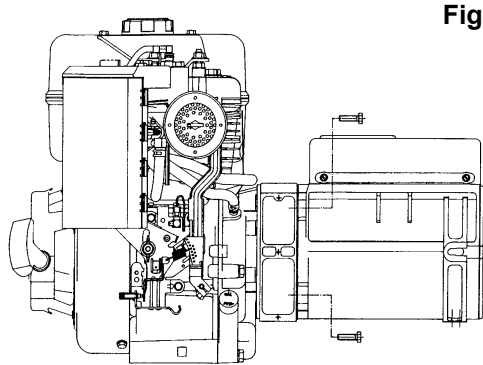

Fig. 2
-) bloccare l'alternatore sul coperchio fissando i quattro dadi M8 sui tiranti, applicando una coppia di pari a  $16 \pm 7\%$  Nm (fig. 2).
-) fix the alternator to the cover by using the four M8 nuts onto the bolts and by applying a tightening torque of  $16 \pm 7\%$  Nm (fig.2).
-) bloquer l'alternateur sur le couvercle en fixant les quatre écrous M8 sur les tirants, en appliquant un couple de serrage de  $16 \pm 7\%$  Nm (fig. 2).
-) Den Umwandler auf dem Deckel befestigen und ihn mit Hilfe der vier Muttern M8 an den Zugstangen befestigen bei Aufbringen eines Anzugsmoments von  $16 \pm 7\%$  Nm (Abb. 2).
-) sujete el alternador en la tapa fijando las cuatros tuercas M8 en los tirantes, aplicando un par de torque de  $16 \pm 7\%$  Nm (fig. 2).